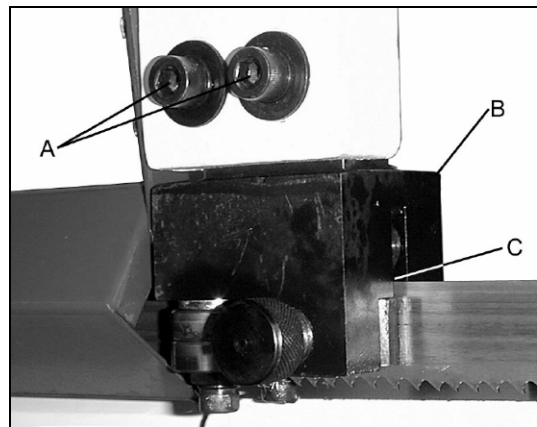

Рис.11
Ослабьте винты (A, рис. 11) и установите задний ролик на расстояние примерно 0,1 мм от спинки пильного полотна (C).
Ослабьте твердосплавные направляющие полотна (A, Рис. 11), ослабив винты (B). Отодвиньте направляющие от полотна.
Затягивание заготовки производится с помощью маховика тисков (А, рис. 11).